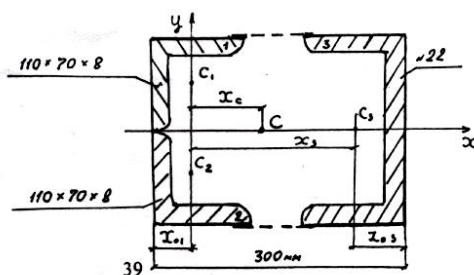

Рис. 10
**Задание:** определите координаты центра тяжести сечения, составленного из прокатных профилей (рис. 10).